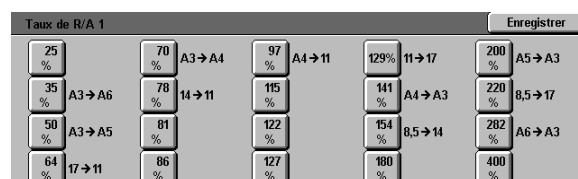

Figure 44 : Écran Taux de R/A prédéfini
- À partir de l'écran Taux de R/A prédéfini (voir la figure 44), appuyez sur la touche correspondant au taux de réduction ou d'agrandissement voulu.